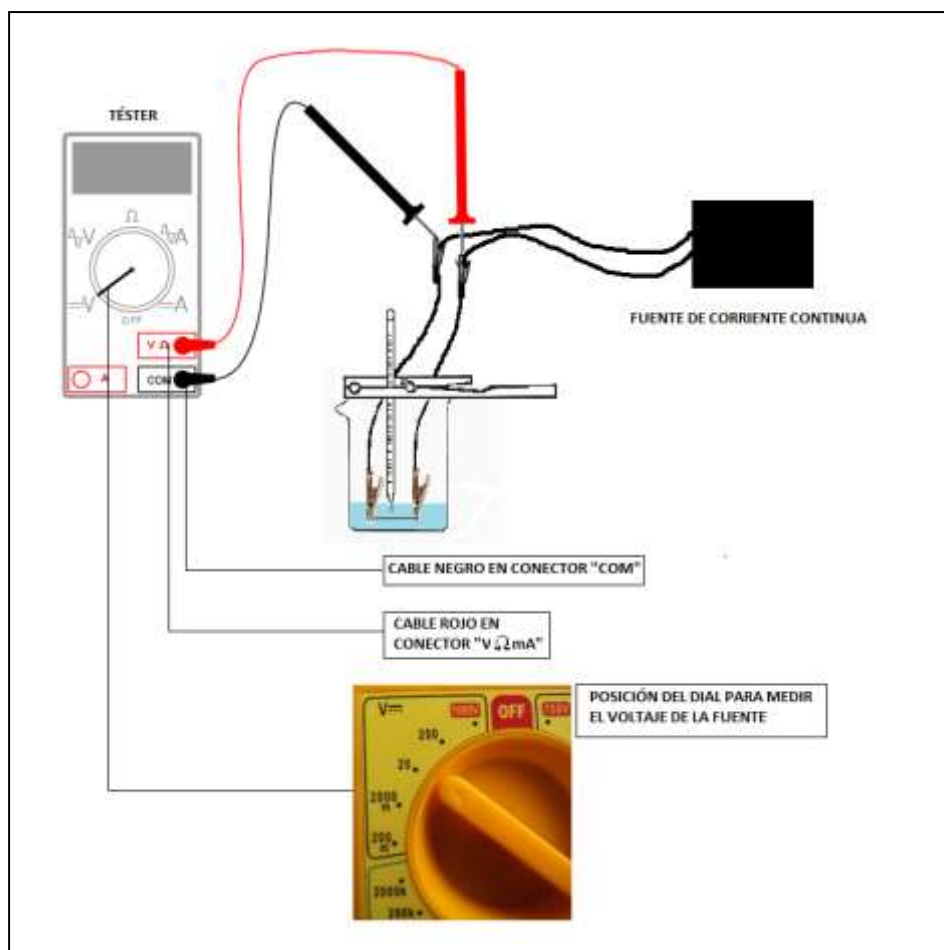

Figura 5. Conexión del multímetro para medir el voltaje de la fuente.
- 9- Una vez registrados los datos, tomen el multímetro y midan el voltaje sobre los extremos conectados a la fuente **con el dispositivo de calentamiento funcionando** como muestra la Figura 5.